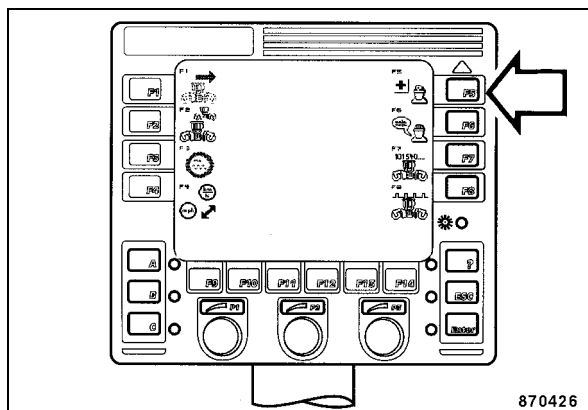

Fig. 190
- Pulsar la tecla "F5" (diagnóstico) (Fig. 190).